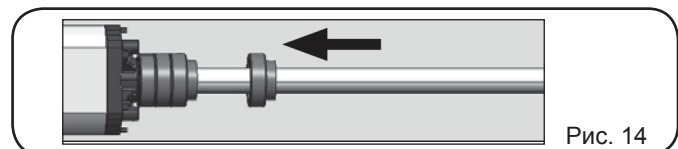

Рис. 14
14. Если на земле не установлен механический упор при открывании, можно использовать прокладки (рис. 1, поз. 7). Снимите переднее шарнирное соединение и наденьте на шток столько прокладок, сколько требуется для достижения желаемого угла открывания ворот (рис. 14).